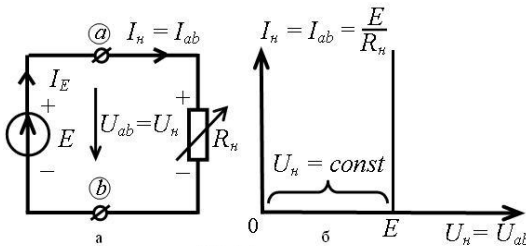

Рис. 1. 5
– При изменении сопротивления нагрузки от $R_n = \infty$ до $R_n = 0$ теоретически предполагается, что ток источника э. д. с изменяется от 0 до ∞ (нагрузочная характеристика на рис. 1. 5, б). Для каждого источника существует предельно допустимый ток.